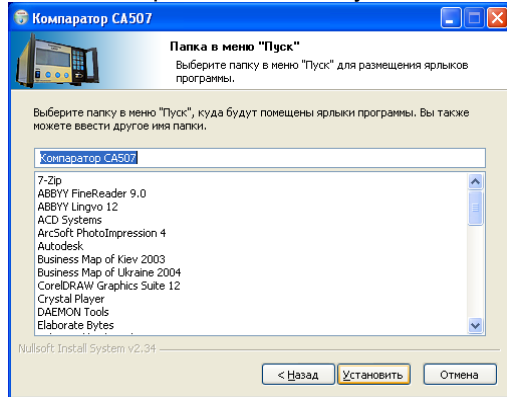

Рисунок 1.5
4) Определить место размещения ярлыков устанавливаемой программы, для чего в окне ""Папка в меню "Пуск"" (рисунок 1.5) либо согласиться с местом, предлагаемым по умолчанию, либо выбрать другой вариант из списка. Для установки программы ПО щелкнуть по кнопке **Установить**, затем дождаться появления окна с сообщением "Установка завершена" и закрыть его, щелкнув по кнопке **Заккрыть**.